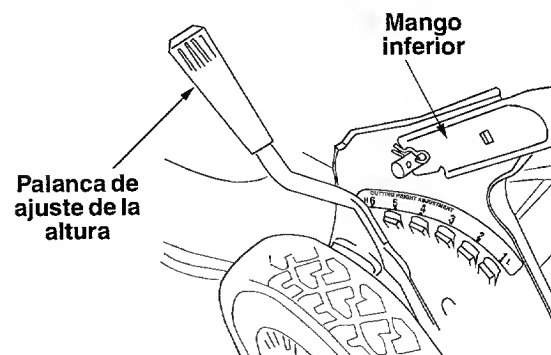

Figura 15
La palanca de ajuste de la altura de corte de la **rueda trasera** está ubicada sobre la rueda posterior izquierda. Vea la Figura 15.
- Para ajustar la altura de corte, tire hacia afuera de la palanca de ajuste de altura y muévela hacia adelante o atrás. Colóquela en la posición deseada de corte marcada en la cortadora. Vea la Figura 15.